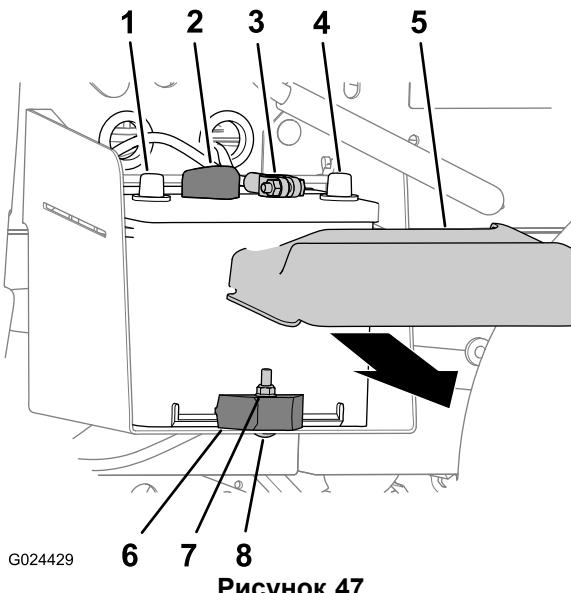

Рисунок 47
1. Сожмите стороны крышки аккумулятора и снимите крышку с его верхней части (Рисунок 47).
2. Отсоедините положительный кабель от клеммы аккумулятора (Рисунок 47).
3. Отсоедините отрицательный кабель от клеммы аккумулятора (Рисунок 47).
2. Отверните контргайку, снимите вагонный болт и зажим крепления аккумулятора к его лотку (Рисунок 47).
3. Извлеките аккумулятор из лотка (Рисунок 47).
- Выровняйте аккумулятор относительно его лотка в машине (Рисунок 47).
- Примечание:** Убедитесь, что положительный и отрицательный штыри аккумулятора выровнены, как показано на Рисунок 47.
- Прикрепите аккумулятор к лотку аккумулятора с помощью зажима, вагонного болта и контргайки (Рисунок 47).
- Подедините положительный кабель к клемме аккумулятора (Рисунок 47).
- Подедините отрицательный кабель к клемме аккумулятора (Рисунок 47).
- Установите крышку аккумулятора на его верхнюю часть (Рисунок 47).